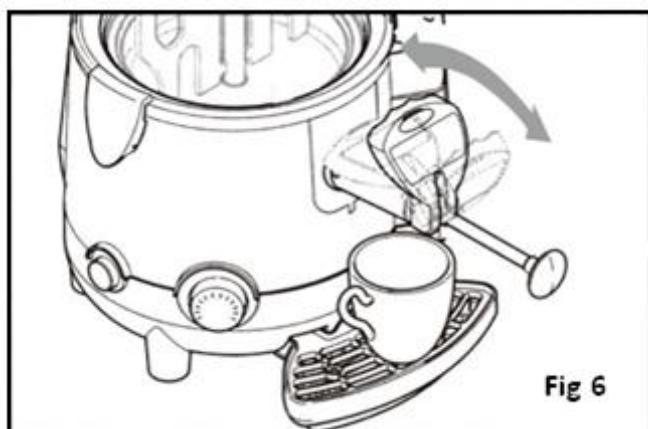

Fig 6
- Den Hebel am Hahn ziehen oder drücken, bis die gewünschte Getränkemenge in die Tasse oder den Becher ausgegeben wurde (Abb. 6)